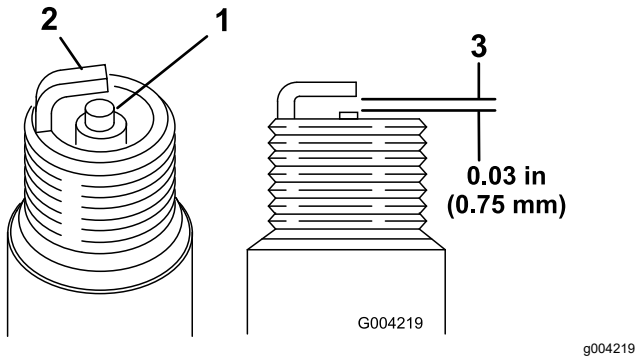

Figura 48
1. Veja a parte central de ambas as velas de ignição (Figura 48). Se verificar uma cobertura castanha ou cinzenta no isolante, o motor está a funcionar corretamente. Uma cobertura preta no isolante indica que o filtro de ar está sujo.
2. Verifique a folga entre os eletrodos central e lateral (Figura 48).
3. Dobre o eletrodo lateral (Figura 48) se a folga não for a correta.